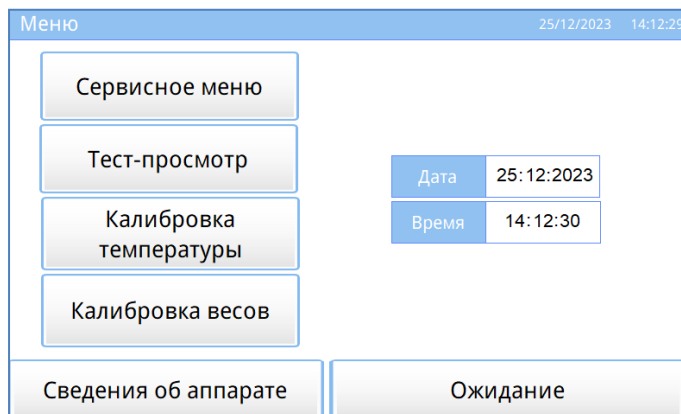

Рисунок 29 – Окно «Меню»
5.8.4 В режиме «Ожидание» выбрать программу «ГОСТ Р 58401.15 (ручн)». Для запуска калибровки датчика температуры в окне «Меню» нажать на кнопку «Калибровка температуры» (см. рисунок 29). Ввести пароль: 1204.
5.9.2 Для запуска калибровки весов в окне «Меню» нажать на кнопку «Калибровка весов» (см. рисунок 29). Ввести пароль: 1204.